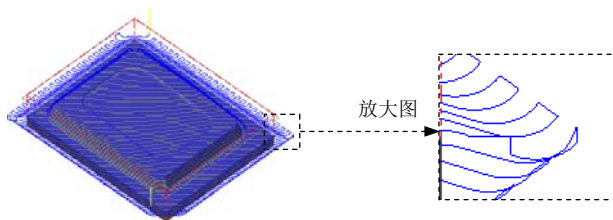

图 5.12 刀具路径
(1) 设置曲面参数。在“曲面精加工平行铣削”对话框中单击 **曲面参数** 选项卡，然后在 **下刀位置(F)** 文本框中输入值 5，在 **预留量** 文本框中输入值 0.3。（此处翻译有误，应为“加工面预留量”）
(2) 设置精加工平行铣削参数。在“曲面精加工平行铣削”对话框中单击 **精加工平行铣削参数** 选项卡，然后在 **大切削间距(M)** 文本框中输入值 2.0，在 **切削方式** 下拉列表中选择 **双向** 选项，在 **加工方式角度** 文本框中输入值 45。
(3) 单击 **间隙设置(G)...** 按钮，在系统弹出的“刀具路径的间隙设置”对话框中选中 ☒ **切削顺序最佳化** 复选框，在 **切弧的半径** 文本框中输入值 5.0，在 **切弧的扫描角度** 文本框中输入值 90.0，在 **切线的长度** 文本框中输入值 5.0。单击 按钮，系统返回至“曲面精加工平行铣削”对话框。
Step7. 单击“曲面精加工平行铣削”对话框中的 按钮，同时在图形区生成图 5.12 所示的刀具路径。